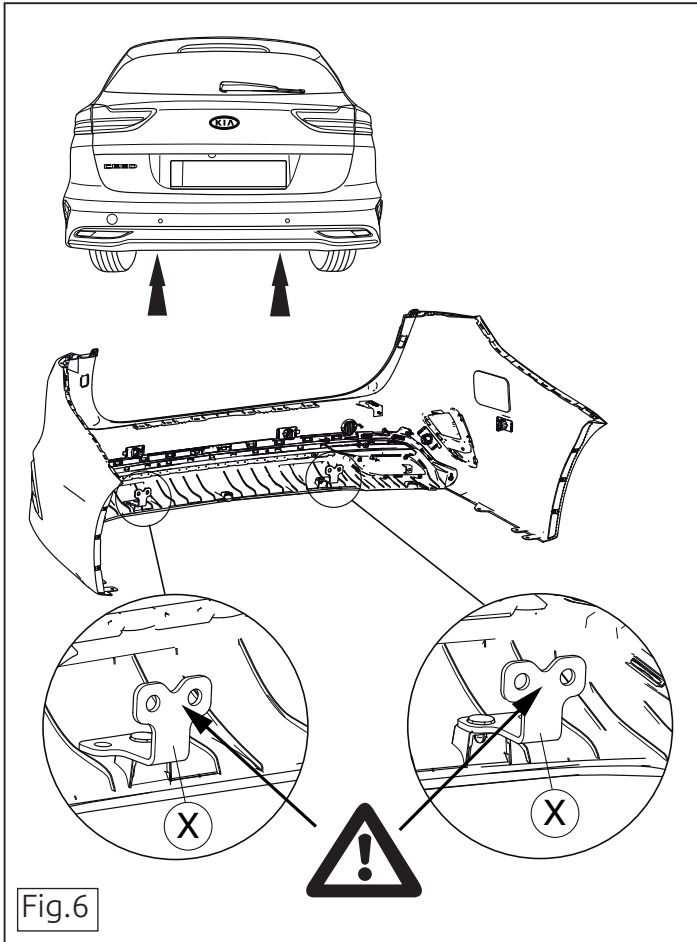

Fig.6
10. Закрепите нижнюю часть бампера. См. рисунок 6.